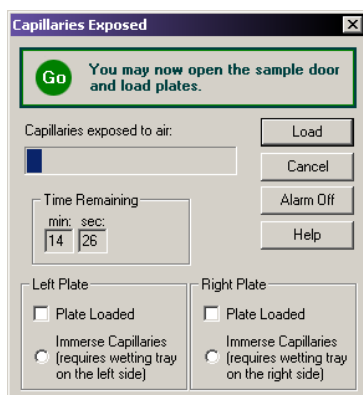

图 9.15 毛细管暴露对话框
4. 在 **Capillaries Exposed**（毛细管暴露）对话框上，单击 **Load**（加载）（图 9.15）。
5. 在 **Capillaries Exposed**（毛细管暴露）对话框中，单击 **Load**（加载）（图 9.15）。